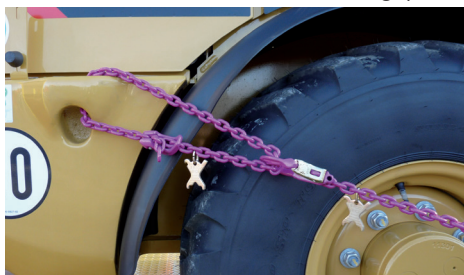

Abb. 10: freier unverkürzter Kettenstrang
- Montieren Sie die Multi-Verkürzungsklaue nur im freien unverkürzten Kettenstrang (Abb. 10).